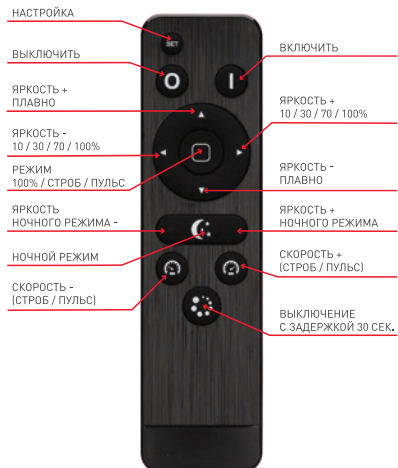

Рис. 2. Пульт ДУ.
- 3.9. Проверьте управление диммером. Успешное прохождение команды пульта сопровождается мерцанием зеленого светодиода SIGNAL на корпусе диммера. Назначение кнопок пульта ДУ показано на Рис. 2.